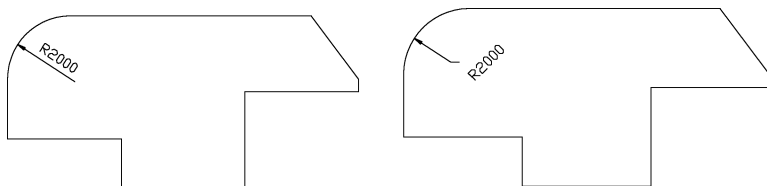

图 5-69 旋转标注对象
- 旋转(R): 选择该选项可以将尺寸文字旋转一定的角度。同样是先设置角度值，然后选择尺寸对象，如图 5-69 所示。